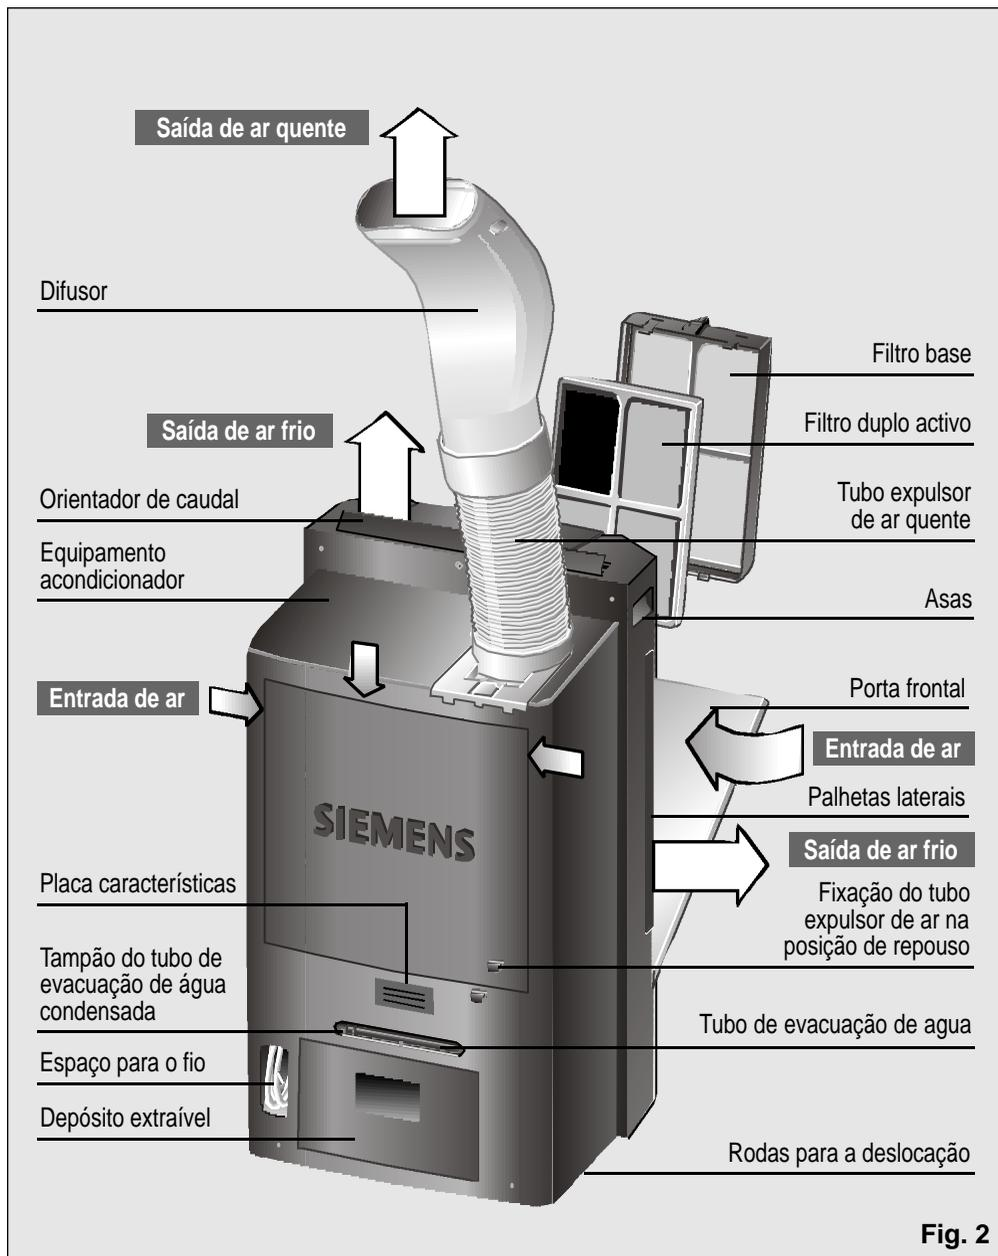

Fig. 2
Para ello, al comunicar la avería, indique el modelo (**E-NR**) y el n° de fabricación (**FD**) de su equipo, que podrá tomar de la placa de características, **Fig. 2**.
- O fio de ligação à rede eléctrica dispõe de um alojamento na parte traseira do equipamento. Ver **Fig. 2**.